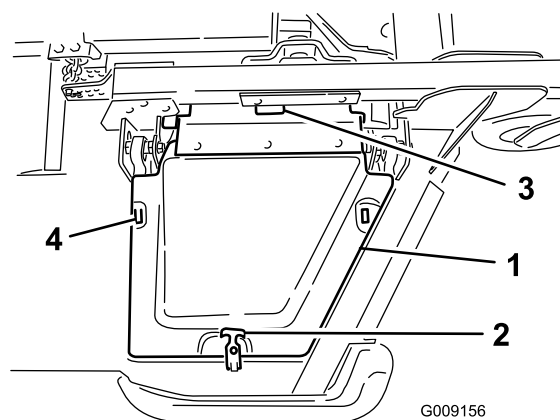

Рисунок 6
8. Установите и закрепите посредством резинового фиксатора крышку винглета деки (**Рисунок 6**).